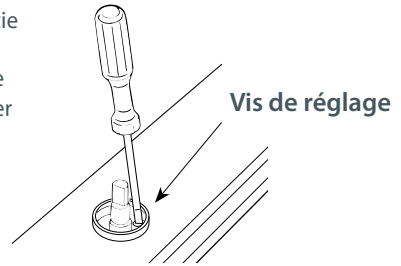

Fig. 17 Ajustement du réglage minimum des brûleurs
- Tournez la vis de réglage selon le paramètre adéquat à l'aide d'un tournevis (Fig.17).